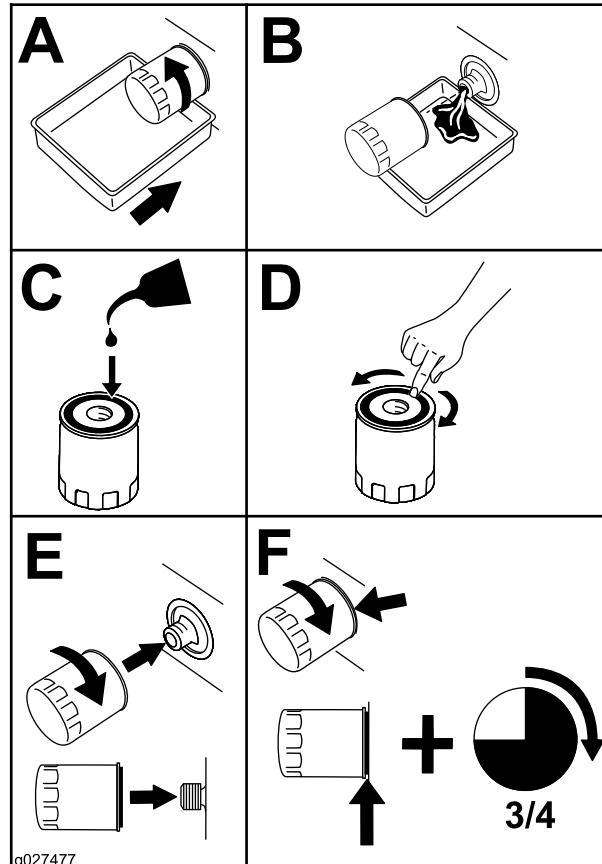

Figure 55
- Remplacez le filtre à huile moteur (Figure 55).